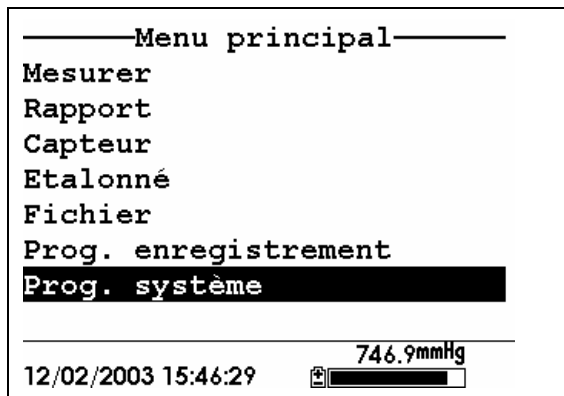

Figure 10.1 Menu principal
2. Utilisez les touches à flèches pour positionner le curseur sur le choix **Filtre de données**. Reportez vous à la Figure 10.1 Menu.
2. Utilisez les touches à flèches pour positionner le curseur sur le choix **ID**. Reportez vous à la Figure 10.1 Menu.
7. Utilisez les touches à flèches pour positionner le curseur sur le choix Nom de fichierGLP/ **GLP Filename**. Reportez vous à la Figure 10.1 Menu.
2. Utilisez les touches à flèches pour positionner le curseur sur le choix Constante TDS / **TDS Constant**. Reportez vous à la Figure 10.1 Menu.